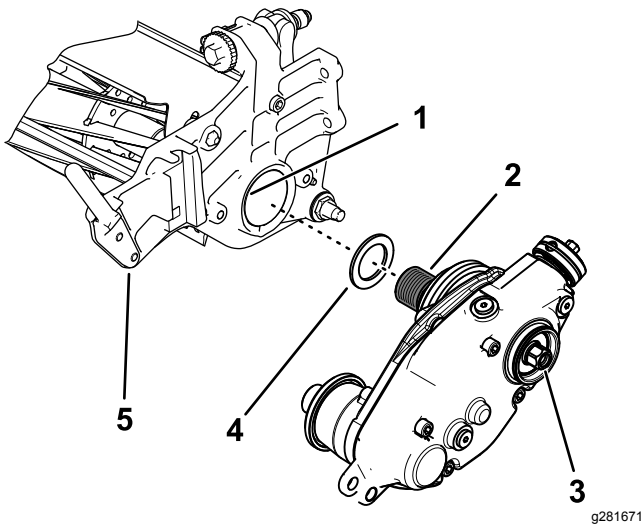

图 7
2. 将填隙垫圈安装到滚刀适配器的螺纹上图 7。
4. 将疏草刀驱动箱添加到滚刀轴上 图 7。
6. 在固定滚刀的同时上紧驱动箱轴六角头的扭矩至 135 150N·m 请参阅 图 7。